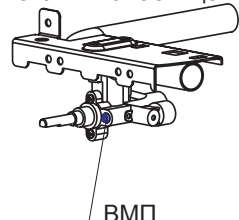

рис. 21
**22.3. Настройка регулируемых ВМП горелок стола и духовки (рис. 21).**